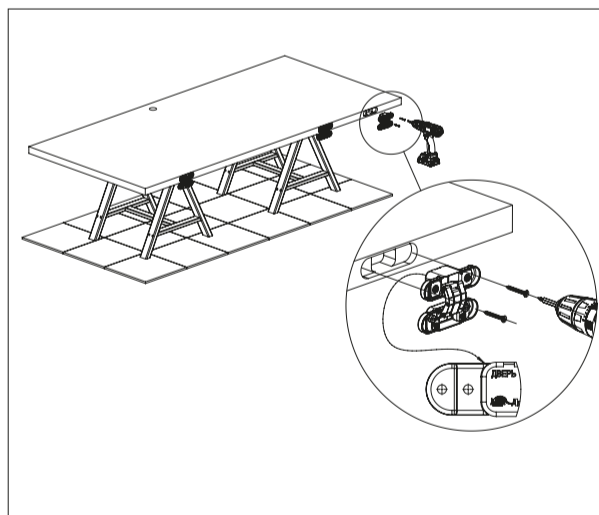

Рисунок 4 — Установка петель на дверь.
2. Установить петли в соответствующие пазы дверного полотна согласно маркировке и зафиксировать их саморезами 5×40 (см. рис.4).